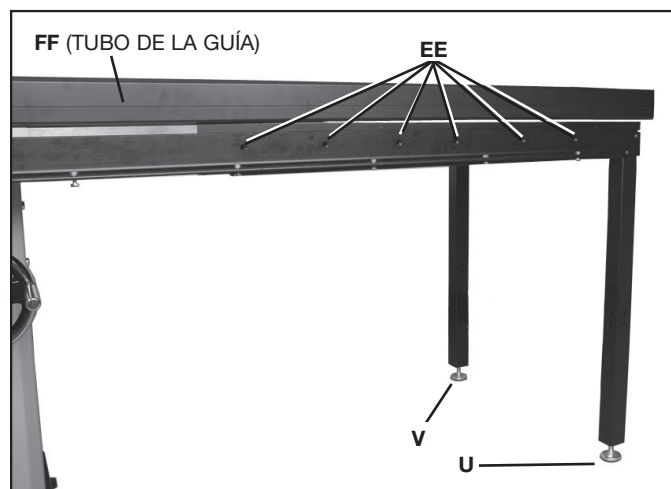
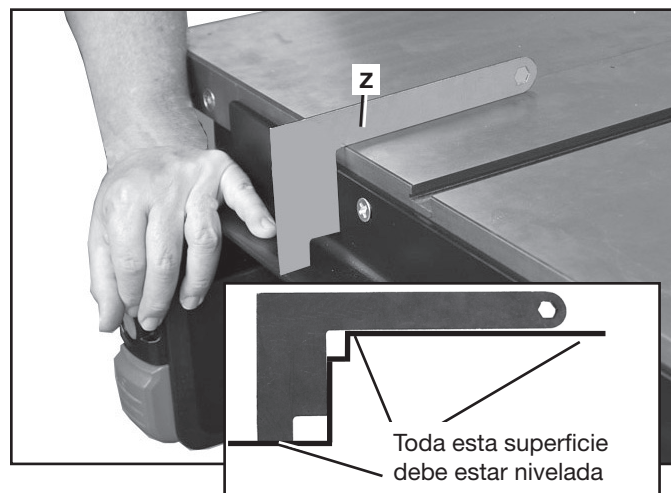

FIG. 13
FIG. 14
1. Posicione la pata niveladora (U), Fig. 13, en la parte frontal de la sierra hasta que los orificios (no están visibles) de la mesa de extensión estén alineados con los orificios (EE) del riel frontal. (**NOTA:** En la Fig. 14, se muestra la versión de 1,3 m [52 pulgadas]).
**NOTA:** Coloque el tubo de la guía (FF) a lo ancho del banco de la sierra y sobre la mesa de extensión, como se muestra en la Fig. 13. Si queda un espacio (como se muestra), debe ajustarse la pata niveladora (DD) para levantar más la mesa.
2. Inserte un tornillo de cabeza plana de 1/4-20 x 19 mm (3/4 pulgada) en uno de los orificios (EE), Fig. 13, del riel frontal. Coloque una tuerca de brida dentada de 1/4-20 en el tornillo desde la parte inferior de la mesa de extensión.
3. Repita este procedimiento para el resto de los orificios (EE) Fig. 13 del riel frontal.
4. Con la plantilla (Z), Fig. 14, controle la posición del riel del lado izquierdo del banco, como se muestra, y luego del lado derecho. Vuelva a controlar ambos lados luego de ajustar los tornillos. El calibrador debe estar apoyado por completo en el banco y tocar apenas la superficie del riel. Consulte el recuadro en la Fig. 14.